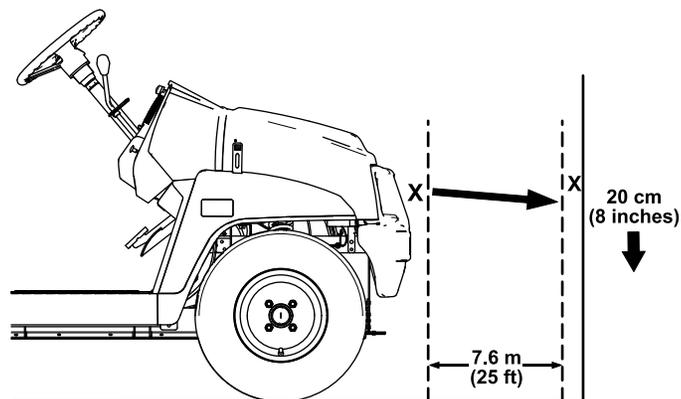

Bild 44
- Stellen Sie die Maschine auf einer ebenen Fläche ab, dabei sollte der Abstand der Scheinwerfer ca. 7,6 m von einer Wand entfernt sein (Bild 44).
Der hellste Teil des Scheinwerfers sollte 20 cm unter der Markierung an der Wand liegen (Bild 44).